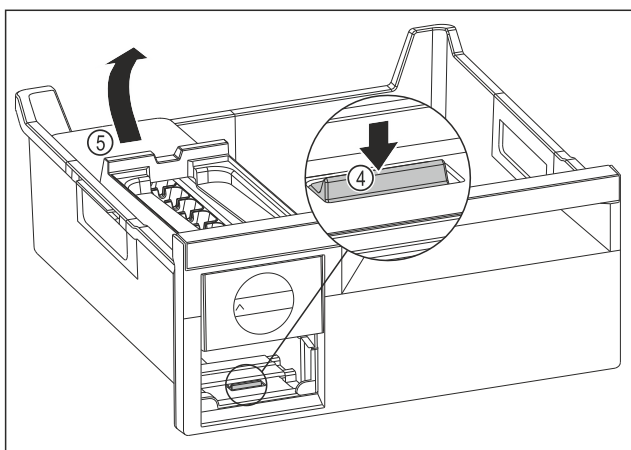

Fig. 106
- ▶ Wyjmowanie korpusu EasyTwist-Ice: Nacisnąć nakładkę Fig. 106 (4) palcem w dół i jednocześnie podnieść korpus EasyTwist-Ice Fig. 106 (5) od tyłu drugą ręką.